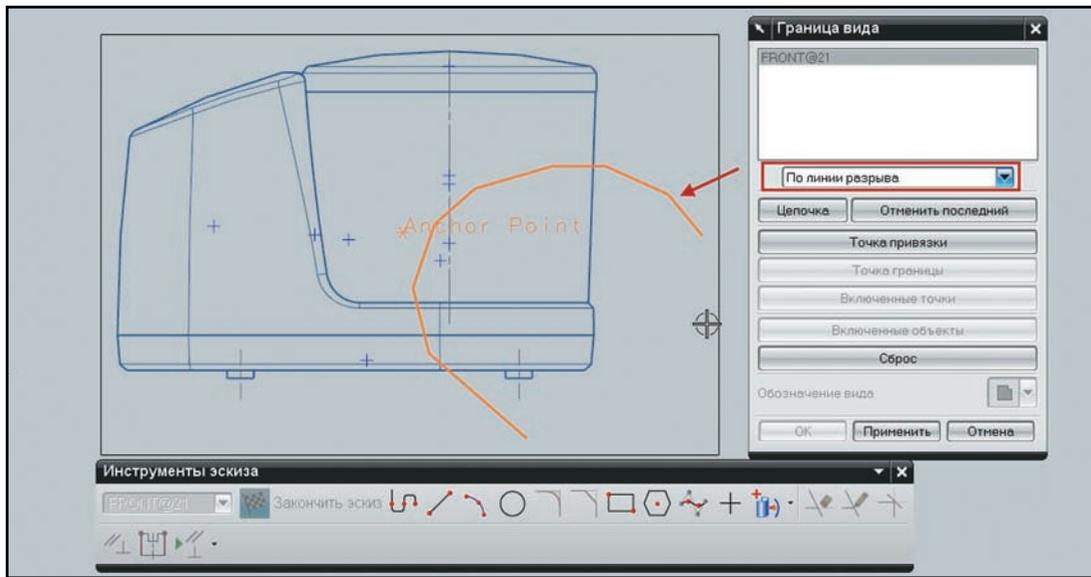

Рисунок 9.14. Изменение границ вида
- Выделите прямоугольную границу вида и, нажав на ней правой кнопкой мыши, откройте контекстное меню вида. Выберите пункт **Вид активного эскиза (Active Sketch View)**. Этим мы переведем вид в режим редактирования, при котором все нарисованные элементы эскиза будут ассоциативно связаны с этим видом. С помощью команд на панели **Инструменты эскиза** нарисуйте незамкнутую кривую, которая будет определять новые границы вида (рис. 9.14).